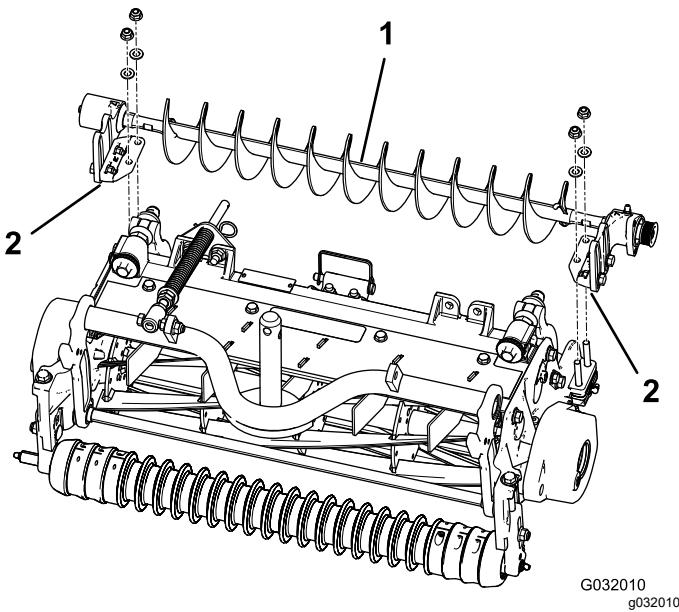

图 8
- 4. 将左侧或右侧的滚筒刷组件安装支架固定到滚筒支架螺栓上**图 8**。